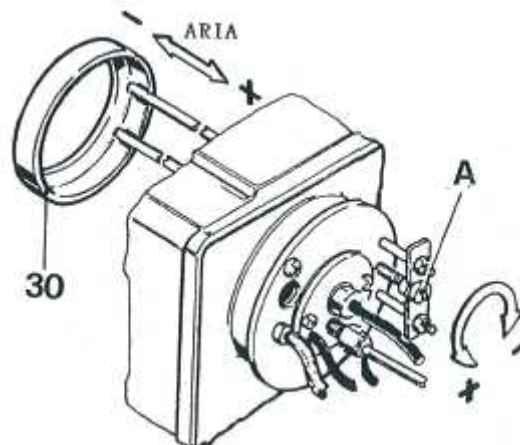

Рис. 10
- Для горелок, работающих на жидком топливе и газе, можно точно отрегулировать горение путем перемещения в продольном направлении кольца наддува (30) поворотом регулировочного винта (А) (Рис. 10). Поворот винта по часовой стрелке перемещает кольцо наддува вперед и уменьшает поток воздуха для горения, поворот против часовой стрелки перемещает кольцо назад и увеличивает поток воздуха. Рекомендуется выполнять указанные действия, пока не будут достигнуты оптимальные значения горения и условия пуска. В качестве приблизительных условий можно указать, что кольцо наддува (30) должно быть отведено назад для работы горелки в котлах под давлением с расходом топлива близким к максимальному. И наоборот, кольцо наддува должно быть передвинуто вперед для работы горелки в котлах с низким давлением или при пониженном расходе топлива.